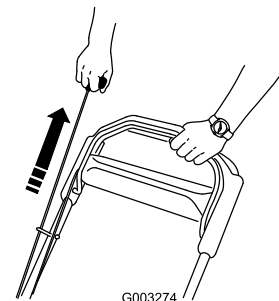

Figura 19
3. Tire del arrancador de retroceso (Figura 19).